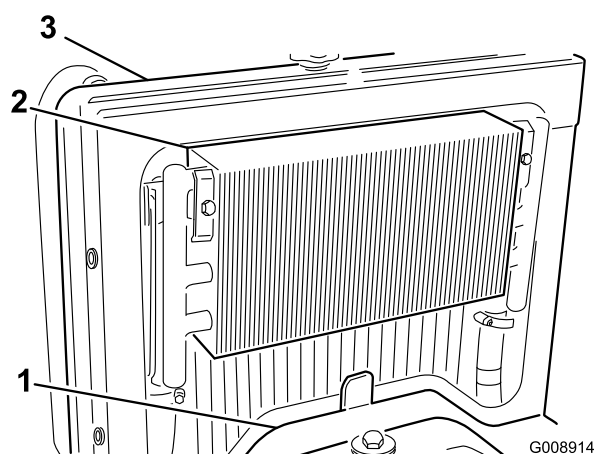

Figure 52
2. Déposez le panneau d'accès (Figure 52).